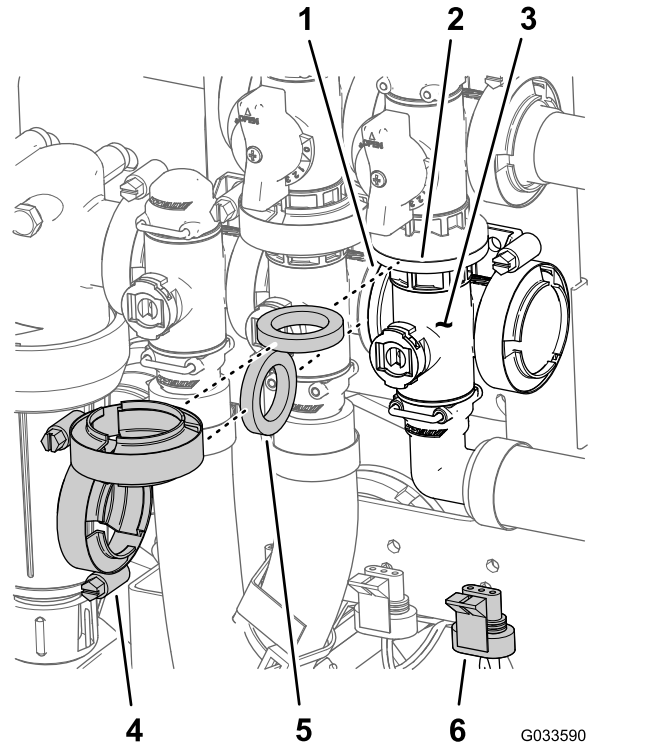

Bild 129
- Fluchten Sie den Flansch des Hauptauslegerventilverteilers, eine Dichtung und den Flansch des Hauptausleger-Sicherheitsventils aus (Bild 129).
- Montieren Sie den Hauptausleger-Ventilverteiler, eine Dichtung und das Hauptausleger-Sicherheitsventil mit einer Flanschklammer und ziehen sie mit der Hand an (Bild 129).
- Fluchten Sie den Flansch des Hauptauslegerventilverteilers, eine Dichtung und den Rührwerkventilverteiler aus (Bild 129).
- Montieren Sie den Hauptausleger-Ventilverteiler, die Dichtung und den Rührwerkventilverteiler mit einer Flanschklammer und ziehen sie mit der Hand an (Bild 129).
- Befestigen Sie das Rührwerkventil mit der Bundkopfschraube und der Sicherungsbundmutter (Bild 129), die Sie in Schritt 3 von Entfernen des Ventils des Hauptauslegerverteilers (Seite 84) entfernt haben, an der Ventilhalterung und ziehen Sie die Schraube und Mutter auf ein Drehmoment von 10 bis 12 N·m an.